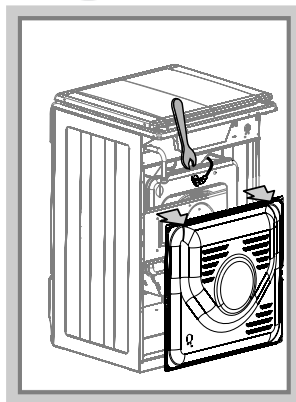

Рис.19
- при помощи ключа выкрутить и заменить сопло (рис. 19).